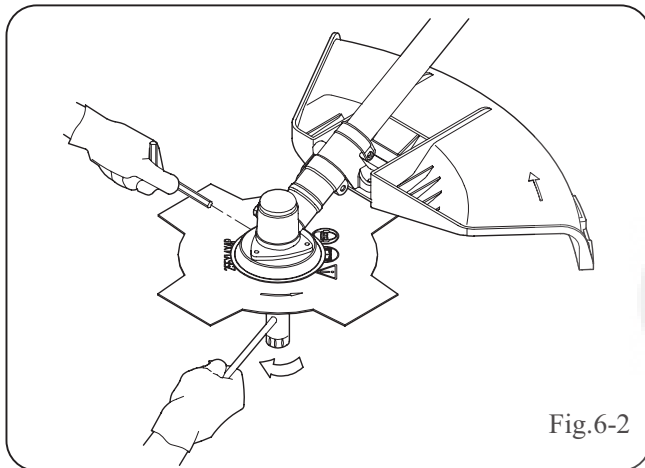

Fig. 6-2
- a) Porte-coupe (A) avec centrage de lame (B)
- b) Lame (B) avec le texte et la flèche de direction vers le haut
- c) Capuchon de coupe (C)
- d) Stabilisateur (D)
- e) Ecrue de blocage de la lame (E) (Fig. 6-2)
- d) Ecrue de blocage de la lame (D) (Fig. 6-2)